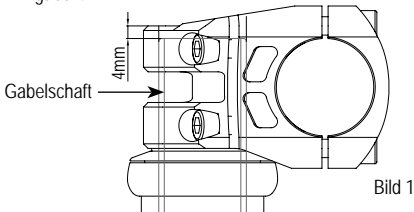

Bild 1
1. Der Gabelschaft sollte 4mm unterhalb der Vorbau- bzw. Spaceroberkante gekürzt werden. (Bild 1).
- The top of the steerer tube should be cut 4mm below the top of the stem or the upper spacer. (figure 1)